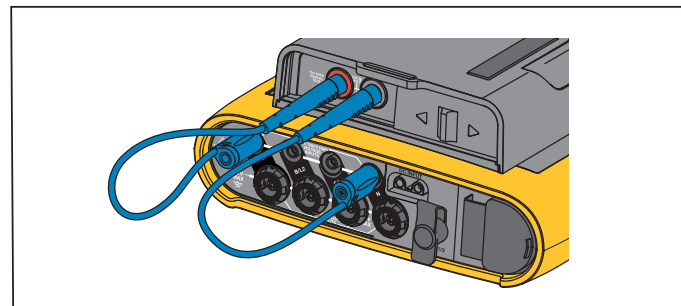
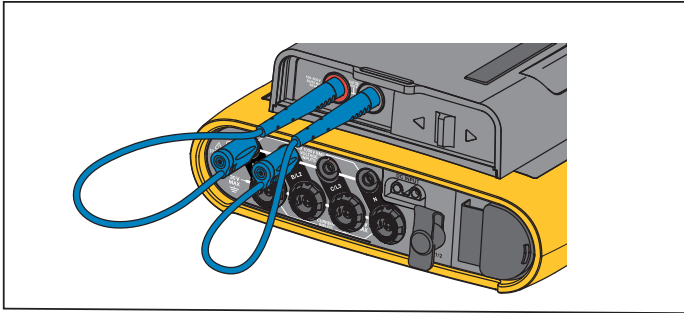

Figure 6. Mesure avec tension neutre et alimentation de l'instrument
Figure 7. Mesure sans tension neutre ni alimentation de l'instrument
3. Connectez les fiches non empilables (voir Figure 6 et Figure 7) aux entrées d'alimentation et les fiches empilables au Logger. Les cordons de mesure sont évalués pour la mesure/surtension CAT III 1 000 V et CAT IV 600 V.